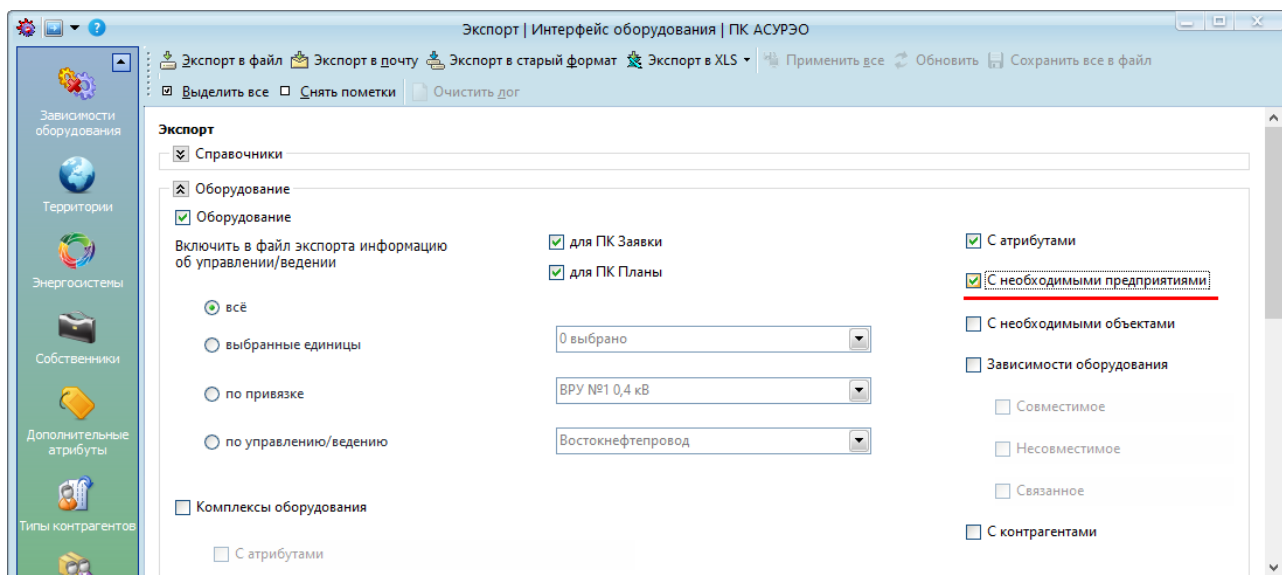

Рисунок 21.18 – Экспорт оборудования с предприятиями в управлении / ведении
- «С необходимыми предприятиями» - в файл экспорта вносится оборудование с информацией о предприятии, в управлении / ведении которого находится выбранное оборудование [Идентификатор выбранного предприятия]_DeviceSettings.xml) (Рисунок 21.18).